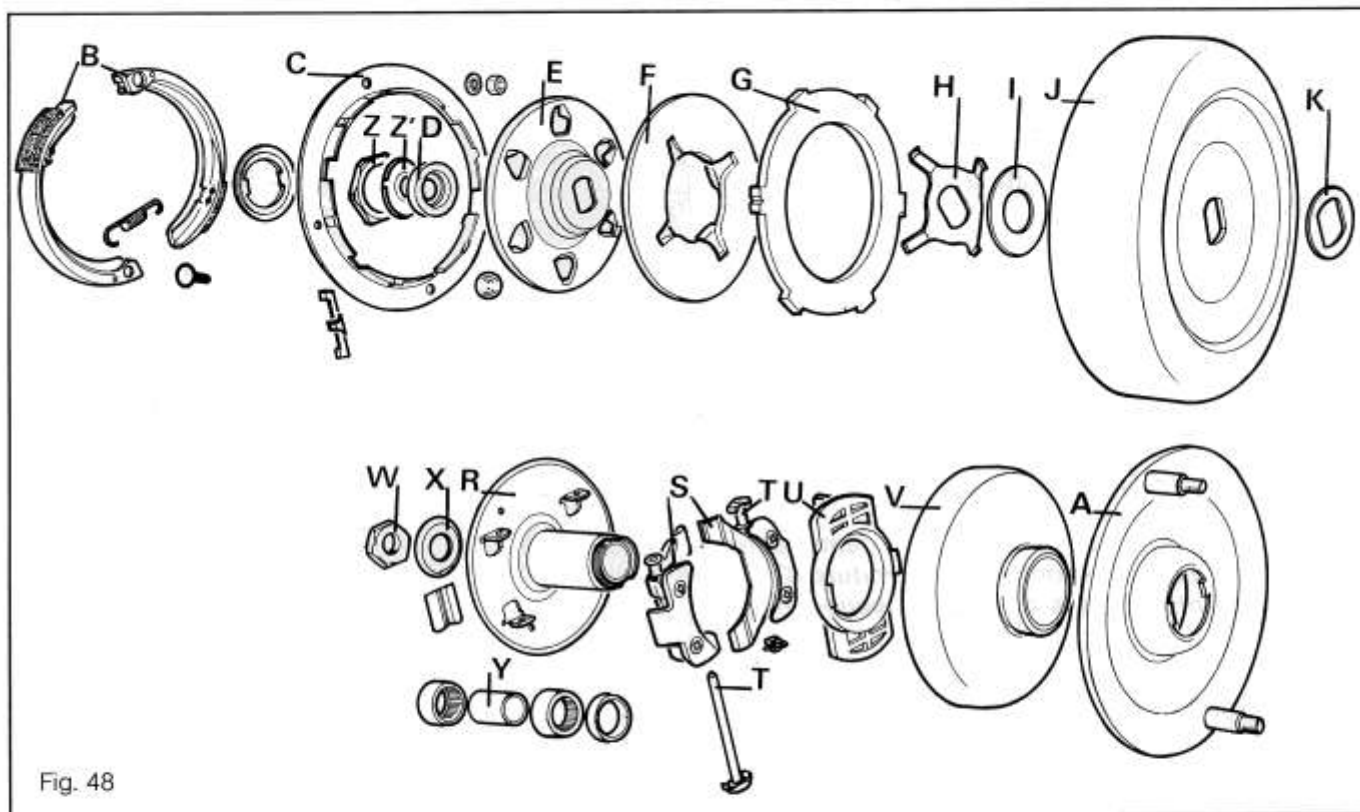

Fig. 48
- La rondelle embrevée (D).
- Le plateau d'appui (E).
- Le flasque (F).
- Le ressort (H).
- La rondelle (I).
- Le disque (G).
- Le tambour (J).
- La rondelle de butée (K).
- Sortir les 2 rondelles épaulées nylon (X) et (Z') situées à chaque extrémité du canon de variateur (*figure 48*).